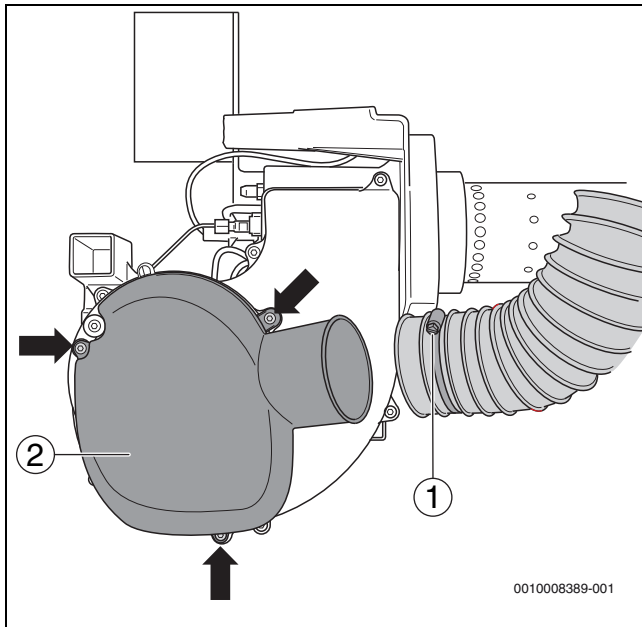
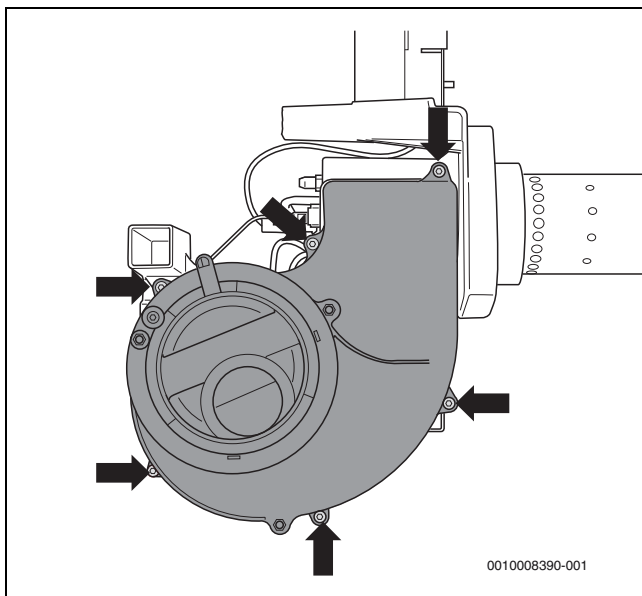

Bild 32 Ansaugschalldämpfer demontieren (dargestellt: 18-49 kW)
Bild 33 Gebläseradabdeckung demontieren
- Spezialschlauchschele (→ Bild 32, [1]) der Verbrennungsluftzufuhr für raumluftunabhängigen Betrieb lösen (nur bei 18-49 kW).
- Befestigungsschrauben (→ Bild 32, [Pfeile]) lösen und den Ansaugschalldämpfer (→ Bild 32, [2]) abnehmen.
- Sechs Befestigungsschrauben (→ Bild 33, [Pfeile]) lösen und die Gebläseradabdeckung abnehmen.
- Gebläseradabdeckung (→ Bild 33, Seite 23) und Ansaugschalldämpfer (→ Bild 32, Seite 23) wieder montieren.
- Spezi­alschlauchschele (→Bild 32, [1], Seite 23) lösen und Ansaug­schlauch abziehen (nur bei 18-49 kW).